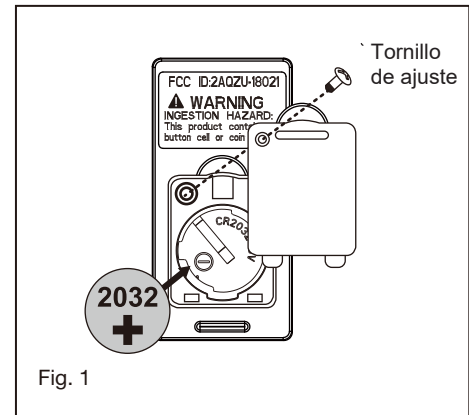

Fig. 1
- 1 Mientras sostiene el conjunto de LED debajo de su ventilador, realice las conexiones del enchufe polarizado: (Fig. 1)
Retire el panel del transmisor y luego instale una batería 2032 (incluida). Necesita utilizar un destornillador para abrir o cerrar la tapa de la batería. Para evitar daños al transmisor, retire la batería si no la usa durante períodos prolongados (Fig. 1)